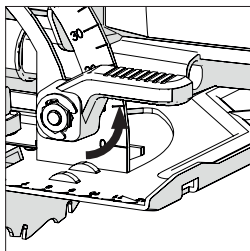

Fig. 13
- Slăbiți mecanismul de blocare a unghiului aflat în partea frontală a unelei, trăgând în sus de clapetă. (**Fig. 13**)